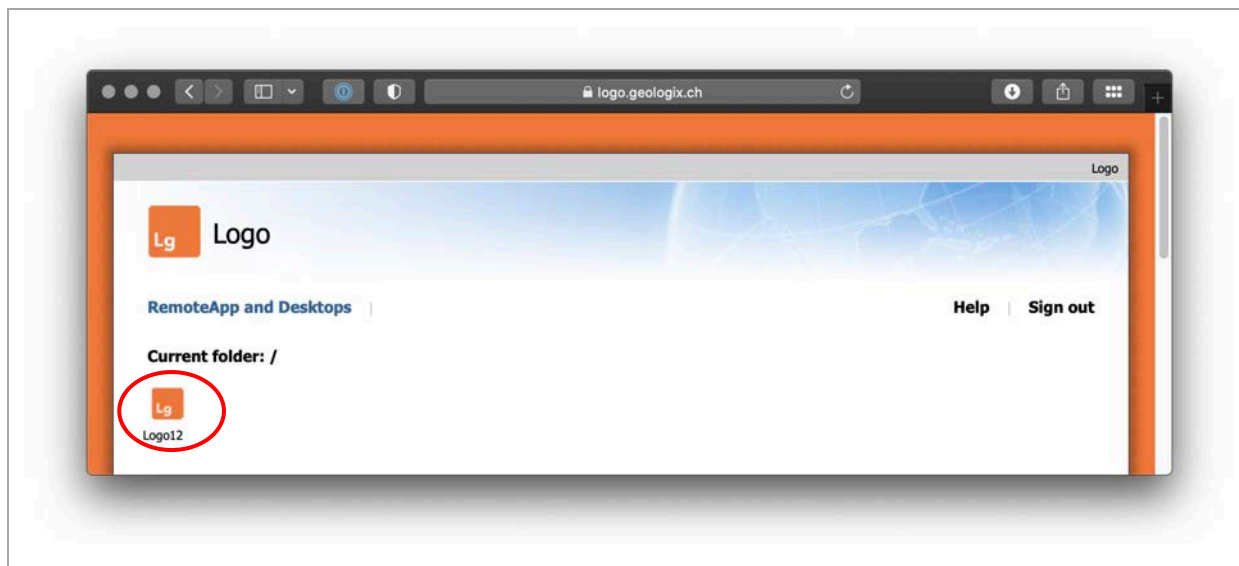

Abbildung 26: Screenshot Logo RemoteApp and Desktops
2. Das Icon «Logo12» anklicken (Abbildung 26) > Die RDWeb Zugangsdatei «cpub-Logo12-Desktop-CmsRdsh.rdp» wird gedownloadet (Browser nicht beenden)